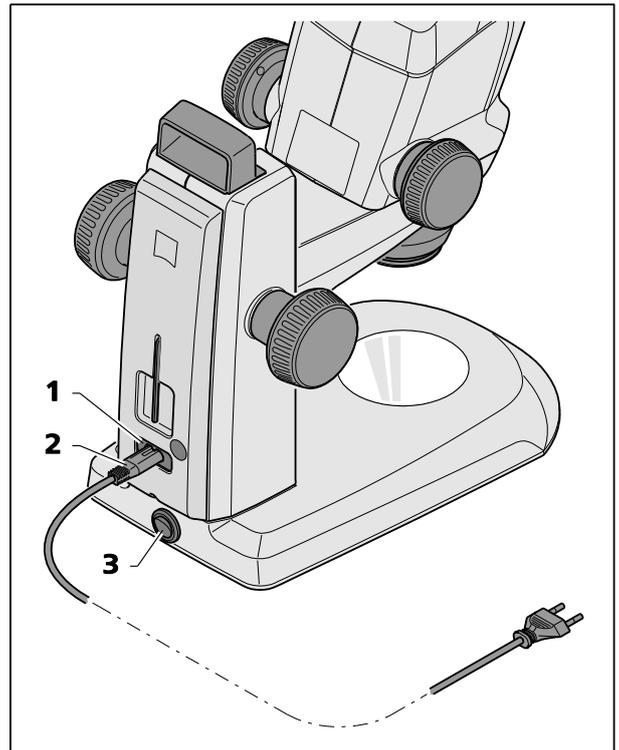

Fig. 12 Connexion du stéréomicroscope
- Insérer le câble d'alimentation (Fig. 12/2) dans la prise d'alimentation (Fig. 12/1) du statif.
- Brancher le câble d'alimentation (Fig. 12/2) sur une prise secteur.
- Utiliser l'interrupteur d'alimentation (Fig. 12/3) pour allumer ou éteindre le stéréomicroscope.